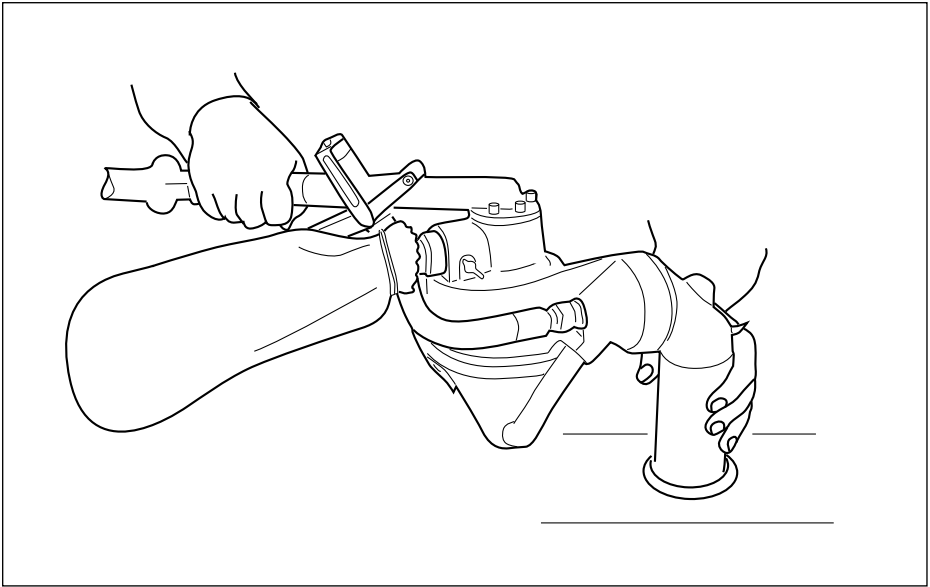

Abb. 4.2.1 Handhabung des Geräts
**4.2.1 Handhabung des Geräts.** Greifen Sie den Hebelgriff mit einer Hand und den Gummiaufsatz mit der anderen Hand. Das Gehäuse des Geräts muss senkrecht stehen und der Strahlmittelbehälter muss nach unten gerichtet sein. Der Strahlkopf des Educt-O-Matic kann in jede beliebige Richtung zeigen ohne dass das Gehäuse des Geräts gedreht werden muss. Halten Sie den Gummiaufsatz fest gegen die Arbeitsfläche um das Gerät gegen die Arbeitsfläche abzudichten und um den Verlust von Strahlmittel zu vermeiden (siehe Abb. 4.2.1 & 4.2.2).